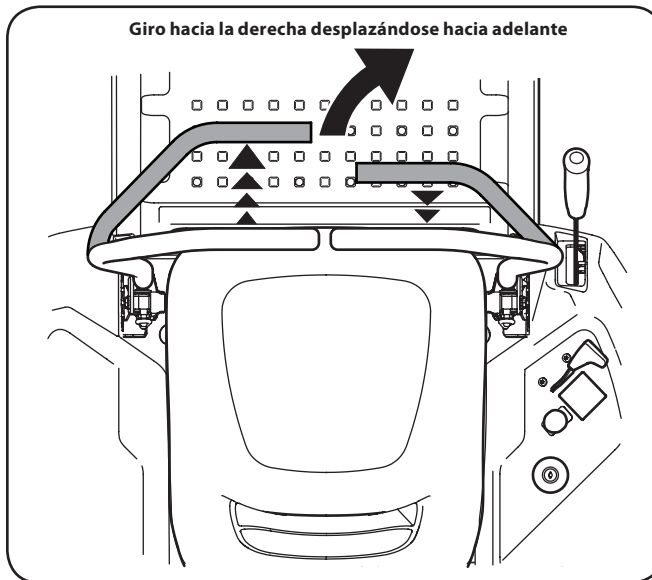

Figure 5-5
2. Para girar a la derecha, mueva la palanca de control del lado derecho hacia atrás respecto de la palanca izquierda. Consulte la Fig. 5-5.